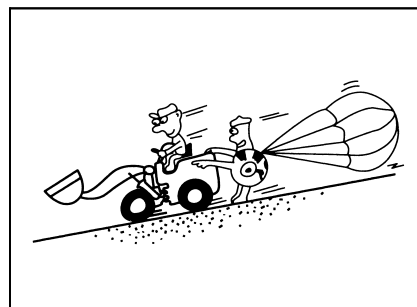

Рис. 1-55
- Если двигатель выключен на откосе (уклон $<15^\circ$), то немедленно нажать ногой тормозную педаль до упора для торможения, и опустить ковш до поверхности земли, потом проводить стояночное торможение. Поставить рычаг для переключения передач на нейтральное положение, при этом запустить двигатель (рис. 1-55).